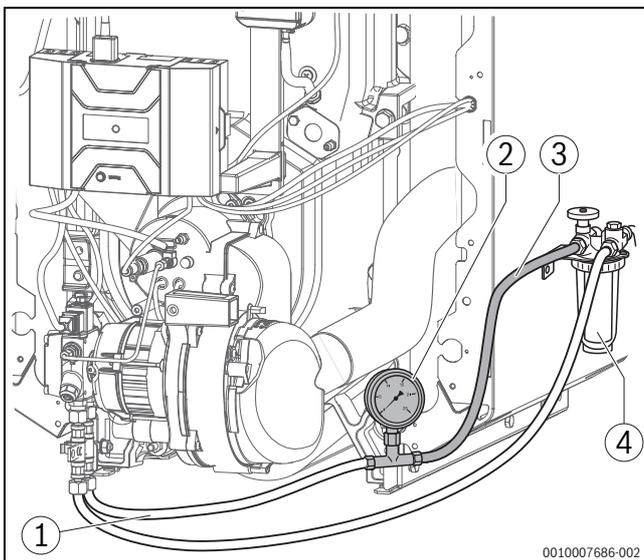

Bild 21 Ölfilter, Vakuummeter und transparenter Schlauch (dargestellt: 18-49 kW)
- ▶ Vakuummeter (→ Bild 21, [2]) mit transparentem Schlauch (→ Bild 21, [3]; Zubehör), wie dargestellt, zwischen Ölfilter (→ Bild 21, [4]) und Ölansaugleitung (→ Bild 21, [1]) montieren.
- ▶ Blasenfreiheit des angesaugten Öls über den transparenten Schlauch (→ Bild 21, [3]) kontrollieren.
- ▶ Ölabsperrhahn am Ölfilter (→ Bild 21) schließen und transparenten Schlauch (→ Bild 21) mit Vakuummeter (→ Bild 21) demontieren.
- ▶ Ölansaugleitung (→ Bild 21) an den Filteranschluss des Ölfilters anschließen.